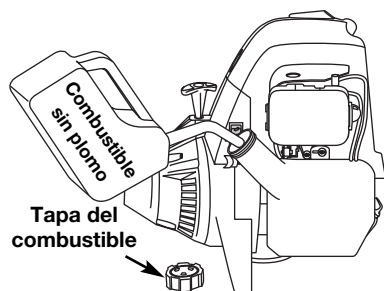

Fig. 4
1. Saque la tapa de la gasolina (Fig. 4).
2. Coloque el pico del recipiente de gasolina en el orificio de llenado del tanque de gasolina (Fig. 4) y llene el tanque.